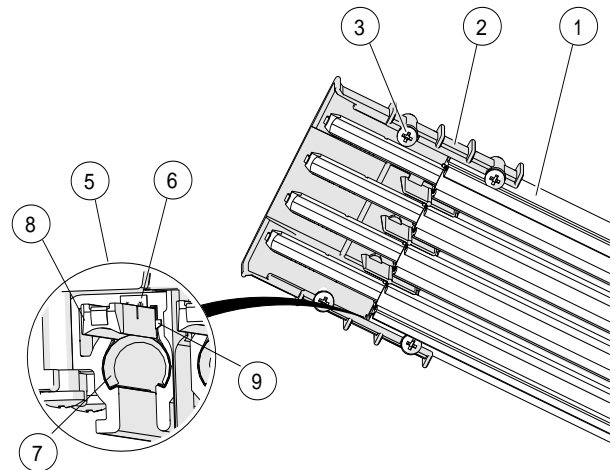

Fig. 15: Vue détaillée côté broche
- Broches de raccordement et agrafe sont existantes et dans la même position (voir Fig. 10, pos. 1 et Fig. 15, Pos.6),